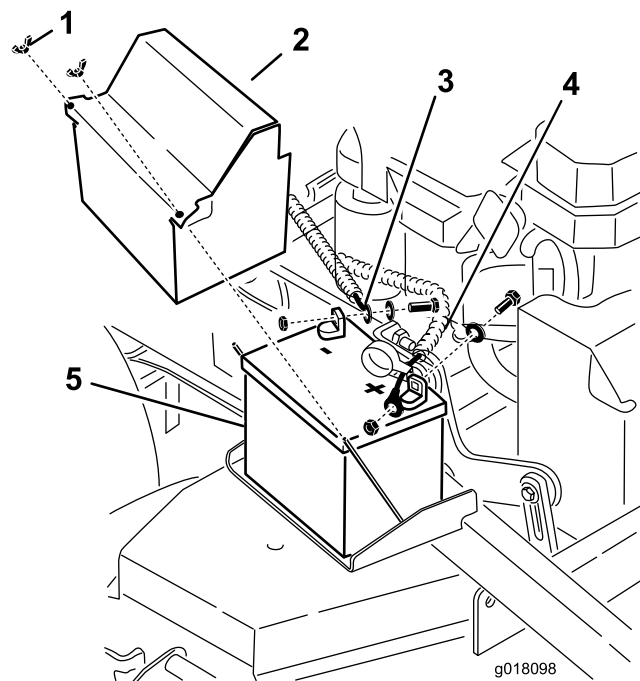

Figure 50
3. Enlevez le capuchon en caoutchouc noir qui protège le câble négatif. Débranchez le câble négatif de la batterie de la borne négative (-) de la batterie (Figure 50).
4. Enlevez le capuchon rouge de la borne positive (rouge) de la batterie. Débranchez ensuite le câble positif (rouge) de la batterie (Figure 50).
5. Déposez la plaque de maintien de la batterie (Figure 50) et enlevez la batterie.
1. Placez la batterie sur la machine (Figure 50).
3. Commencez par relier le câble positif (rouge) à la borne positive (+) de la batterie avec un écrou, une rondelle et un boulon (Figure 50). Glissez le capuchon de caoutchouc sur la borne de la batterie.
4. Reliez ensuite le câble négatif et le câble de masse à la borne négative (-) de la batterie avec un écrou, une rondelle et un boulon (Figure 50). Glissez le capuchon de caoutchouc sur la borne de la batterie.